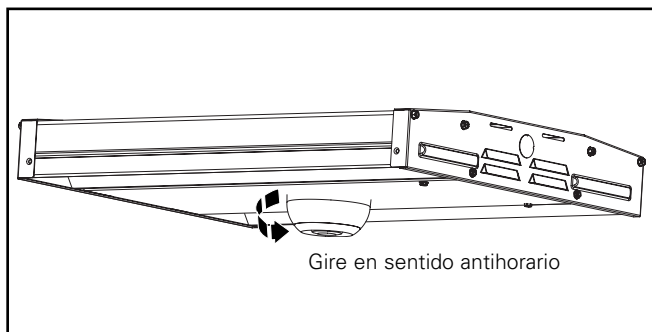

Figura 1.
1. Gire el sensor en sentido antihorario. (Figura 1.)